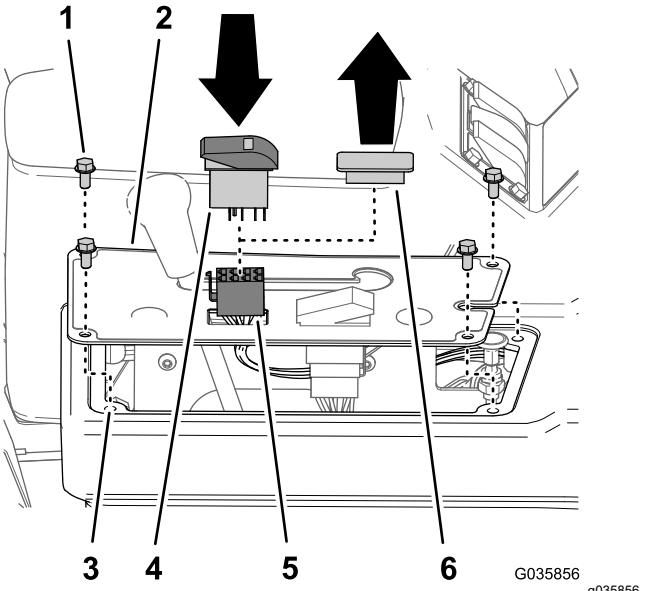

Рисунок 34
- Выверните 4 болта с фланцевыми головками ( $\frac{1}{4} \times \frac{1}{2}$  дюйма) (если они установлены), которые крепят крышку панели к верхней части консоли, как показано на Рисунок 34.
- Удалите заглушку переключателя из крышки панели консоли (Рисунок 34).
- Проведите 8-гнездовой разъем жгута проводов доводочного комплекта стрелы с ультразвуковым выравниванием сквозьчрез отверстие в крышке панели (Рисунок 34).
- Подсоедините 8-гнездовой соединитель жгута проводов доводочного комплекта стрелы с ультразвуковым выравниванием с маркировкой SONIC MODE MANUAL vs. AUTO (Режим ультразвукового выравнивания — ручной/автоматический к клавишному переключателю (Рисунок 34).
- Вставьте клавишный переключатель в отверстие приборной панели так, чтобы он надежно зафиксировался со щелчком на месте (Рисунок 34).
- Совместите отверстия в крышке панели с отверстиями в верхней части консоли (Рисунок 34).
- Прикрепите панель к консоли при помощи болтов (Рисунок 34), снятых при выполнении пункта 1.